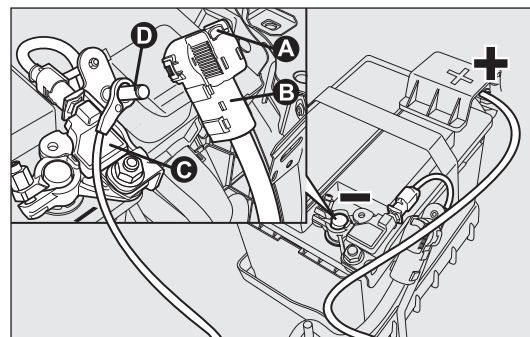

fig. 191
VERSIONS AVEC SYSTÈME Start&Stop fig. 191
- ☐ appuyer sur le bouton A-fig. 191 pour débrancher le connecteur B du capteur C de contrôle de l'état de la batterie (ce dernier situé sur le pôle négatif de la batterie) ;